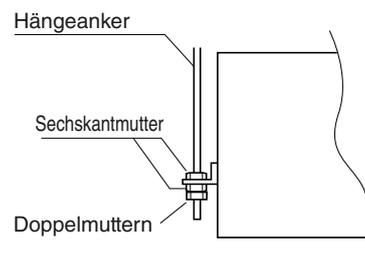

Abb. 3-193
(3) Die drei Sechskantmutter und die beiden Unterlegscheiben (im Fachhandel erhältlich) auf jeden der vier Hängeanker schrauben, wie in Abbildung 3-193 gezeigt. Je eine Mutter und eine Unterlegscheibe für den oberen Teil sowie zwei Mutter und eine Unterlegscheibe für den unteren Teil verwenden, damit die Einheit nicht von den Hängevorsprüngen abrutschen kann.